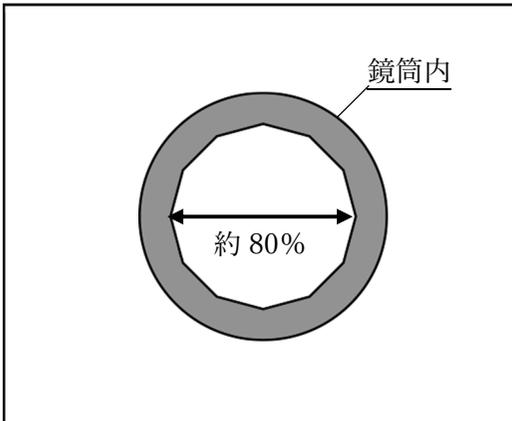

Fig.16
- 2) 接眼レンズを鏡筒から抜き取り、鏡筒内を覗き込み、コンデンサ開口絞りレバー①を回します。(Fig.16)のように80%ほどに絞ると良い像が得られます。